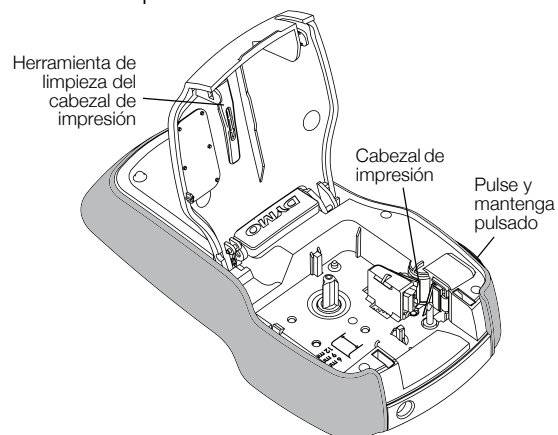

Figura 7
- 2 Pulse el botón del cortador y manténgalo en esa posición para dejar la cuchilla del cortador al descubierto. Ver Figura 7.
- 2 Extraiga la herramienta de limpieza del cabezal de impresión del interior de la tapa del compartimento de etiquetas. Ver la Figura 7.